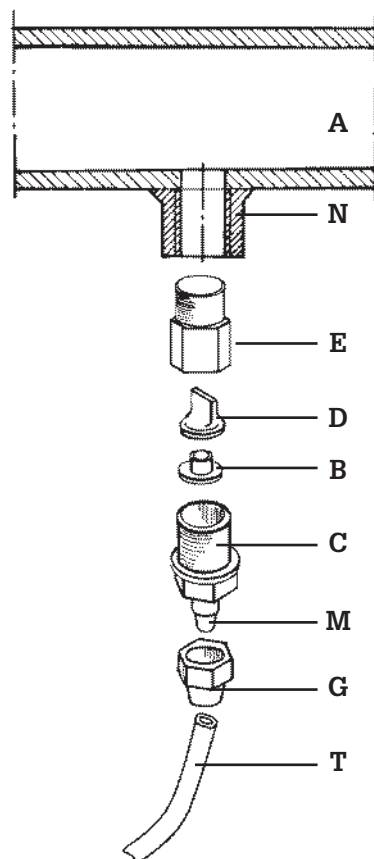

Fig. 8
- f. - Applicare sulla condotta dell'impianto da trattare, nel punto più idoneo per effettuare l'iniezione del prodotto da dosare, un raccordo in acciaio da 3/8" gas femmina. Tale raccordo è escluso dalla fornitura. Avvitare la valvola di iniezione nel raccordo utilizzando come guarnizione del Teflon Fig. 8. Connettere il tubetto all'attacco conico della valvola d'iniezione e bloccarlo con l'apposita ghiera G. La valvola di iniezione è anche valvola di non ritorno.
3.1 - SCHEMA DI MONTAGGIO VALVOLA DI INIEZIONE Fig. 8